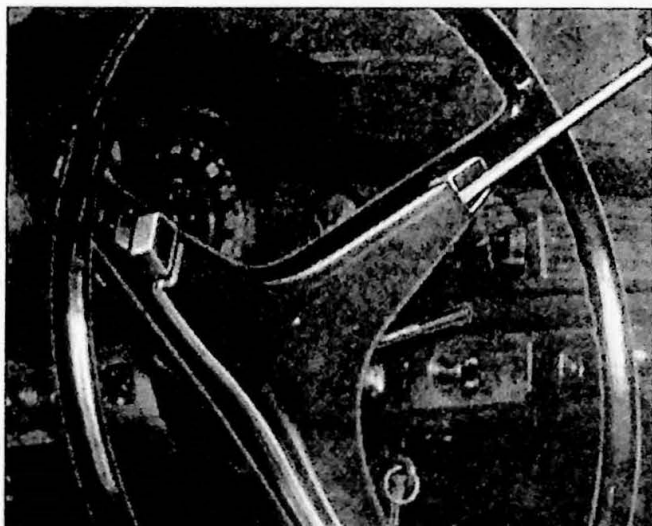

Fig. 10.20. Demontage van stootkussen
2. Demonteer de claxonring. Bij de P120 daarbij de beide bevestigingsschroeven onder de stuurwielspaken losmaken. Bij de P1800 de claxonknop en het stootkussen (Fig. 10.20) voorzichtig loswrikken.